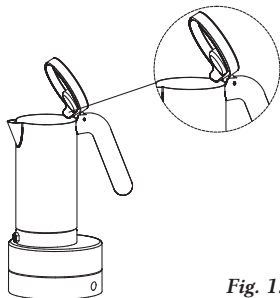

Fig. 13
- La particolare aletta presente all'interno del coperchio impedisce alla condensa di depositarsi sul corpo della caffettiera. (fig. 13)